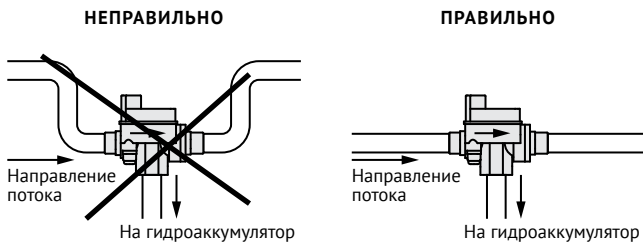

Рис. 2
*При установке блока ТУРБИ-М3 в проточный трубопровод не допускается образование U-образного колена (Рис. 2).*